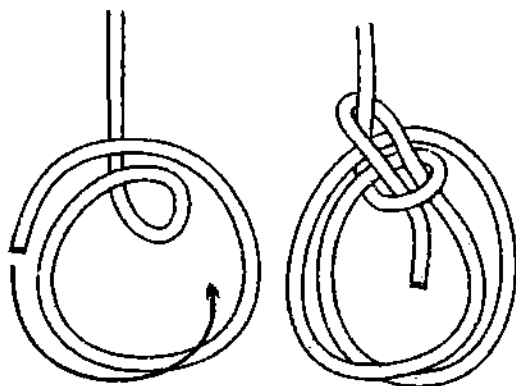

Рис. 504. **Воинский беседочный узел**. Ходовой конец, формируя рабочие петли, каждый раз ложится поверх калышки.
**Воинский беседочный узел** – это тот же **португальский беседочный узел**, но ходовой конец в начале вязки не пропускается в калышку, а формирует вторую и последующие рабочие петли (рис. 504). Свойства у **воинского буиня** такие же, как и у **португальского буиня** и применяется он в тех же случаях, что и последний. Количество